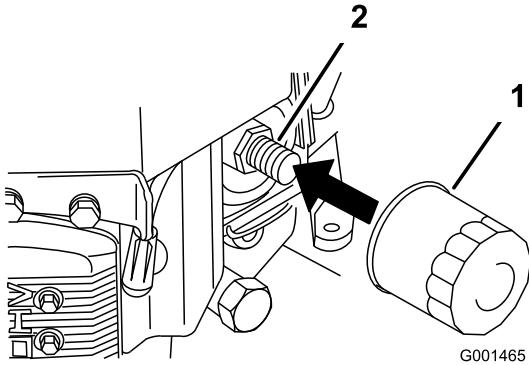

Bild 24
2. Entfernen Sie den alten Filter (Bild 24).
3. Ölen Sie die Gummidichtung am Ersatzfilter leicht mit Frischöl ein (Bild 24).
4. Montieren Sie den Ersatzölfilter am Filterstutzen. Drehen Sie den Ölfilter nach rechts, bis die Gummidichtung den Filterstutzen berührt. Ziehen Sie den Filter dann um eine weitere 3/4 Drehung fest (Bild 24).